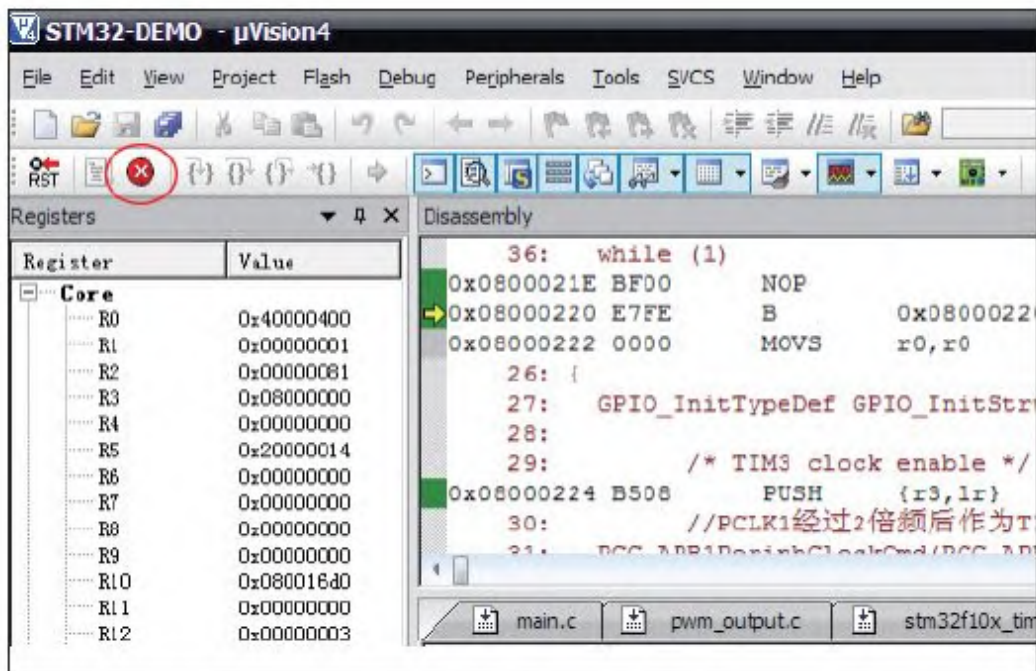

图 13-21 停止运行
8) 我们可以点击停止按钮，让PWM信号静止显示。见图13-21。